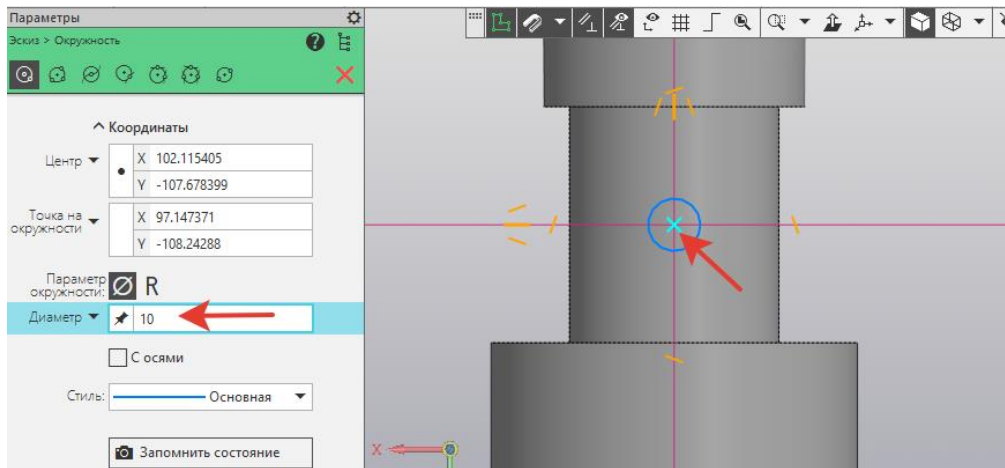

Рисунок 96.
8. С помощью *Вспомогательная прямая – Биссектриса*, выполняем разметку в центре средней цилиндрической части вала. Инструментальная панель *Геометрия - Окружность – Диаметр - 10* (рисунок 96).